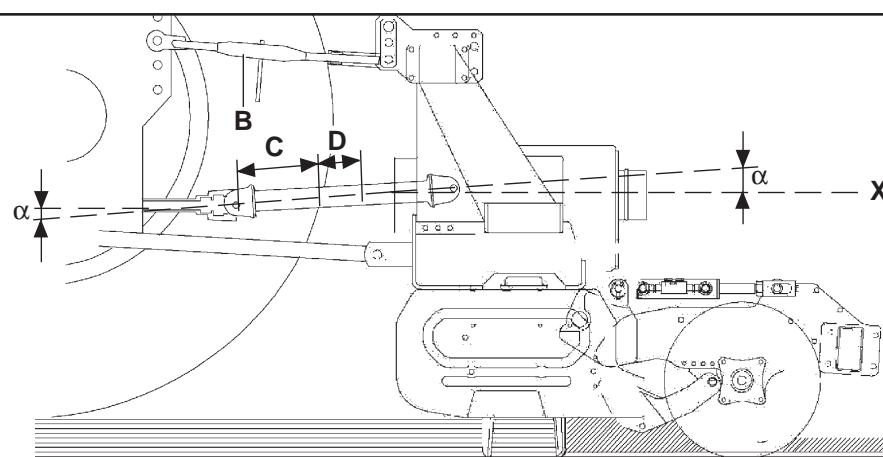
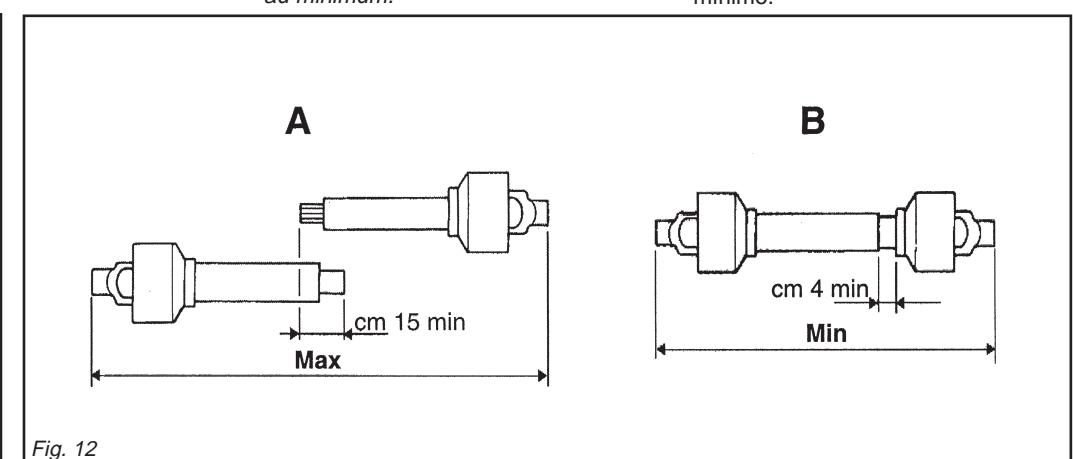

Fig. 11
Fig. 12
Per fare ciò aumentare o diminuire la lunghezza della barra superiore dell'attacco (B Fig. 11) in modo da portare l'asse (X Fig. 11) della ghiera scanalata della scatola parallela al suolo.
- I due angoli ( $\alpha$  Fig. 11) formati dalle assi delle forcelle e l'asse dei tubi scorrevoli saranno uguali e non dovranno superare i  $10^\circ$ .
- La copertura (C Fig. 11) dei tubi scorrevoli deve essere di 15 cm minimo (Fig. 12).
- I due tubi dell'albero di trasmissione a cardano non si devono ricoprire completamente, una corsa di sicurezza (D Fig. 11) di 4 cm minimo deve sussistere.
*Connection is correct when the machine is horizontal in the operating position. To achieve this, increase or decrease the length of the top bar of the hitch (B Fig. 11) so as to set the axis (X Fig. 11) of the housing's grooved ring nut parallel to the ground.*
- The two angles ( $\alpha$  Fig. 11) formed by the fork axes and the axis of the sliding tubes will be equal and must not exceed  $10^\circ$ .
- The sliding tubes (C Fig. 11) must overlap by at least 15 cm (Fig. 12).
- The two tubes of the driveline shaft must not fully overlap. There must always be a safety travel (D Fig. 11) of at least 4 cm.
*Um dies zu erhalten, die Länge der oberen Kupplungsstange (B Abb. 11) erhöhen oder verringern, bis die Achse (X Abb. 11) der Keilmutter des Gehäuses parallel zum Boden steht.*
- Die beiden Winkel ( $\alpha$  Abb. 11), die aus den Achsen der Gabeln und der Achse der Gleitrohre bestehen, müssen gleich groß sein und dürfen auf keinen Fall größer als  $10^\circ$  sein.
- Die Überdeckung (C Abb. 11) der Gleitrohre muss mindestens 15 cm ausmachen (Abb. 12).
- Die beiden Rohre der Gelenkwelle dürfen sich nicht ganz überdecken. Es muss noch einen Sicherheitshub (D Abb. 11) von mindestens 4 cm geben.
*Pour obtenir cette condition augmenter ou diminuer la longueur de la barre supérieure de l'attelage (B Fig. 11) de manière à ce que l'axe (X Fig. 11) de la bague cannelé de la boîte soit parallèle au sol.*
- Les deux angles ( $\alpha$  Fig. 11) formés par les axes des fourches et l'axe des tubes coulissants doivent être identiques et ne doivent pas dépasser  $10^\circ$ .
- La couverture (C Fig. 11) des tubes coulissants doit être au minimum de 15 mm (Fig. 12).
- Les deux tubes de l'arbre de transmission à cardans ne doivent pas se recouvrir complètement, il doit rester une course de sécurité (D Fig. 11) de 4 cm au minimum.
*Para ello aumentar o disminuir la longitud de la barra superior del enganche (B Fig. 11) en modo de llevar el eje (X Fig. 11) de la tuerca ranurada de la caja paralela al terreno.*
- Los dos ángulos ( $\alpha$  Fig. 11) formados por los ejes de las horquillas y el eje de los tubos corredizos serán iguales y deberán superar los  $10^\circ$ .
- La cobertura (C Fig. 11) de los tubos corredizos debe ser como mínimo de 15 cm (Fig. 12).
- Los dos tubos del árbol de transmisión de cardán no se deben cubrir completamente, debe quedar una carrera de seguridad (D Fig. 11) de 4 cm como mínimo.
- Gli angoli ( $\alpha$  Fig. 11) dei cardani non devono essere superiori a 40° (Fig. 11). Se non si raggiungono questi due risultati:
Quando esso è inserito al massimo, il gioco minimo consentito deve essere di 4 cm. (Fig. 12).
- The angles ( $\alpha$  Fig. 11) of the drivelines must not exceed 40° (Fig. 11). If these two results are not obtained:
**When fully inserted, the minimum play must be 4 cm. (Fig. 12).**
- Die Winkel ( $\alpha$  Abb. 11) der Gelenkwellen dürfen nicht größer als 40° sein (Abb. 11). Wenn man diese Resultate nicht erhalten kann:
**Wenn die beiden Teile ganz zusammengeschoben sind, muß das kleinstmögliche Spiel 4 cm ausmachen (Abb. 12).**
- Les angles ( $\alpha$  Fig. 11) des cardans ne doivent pas être supérieurs à 40° (Fig. 11). Si ces deux conditions ne sont pas remplies:
**Quand il est entièrement rentré, le jeu minimum admissible doit être de 4 cm. (Fig. 12).**
- Los ángulos ( $\alpha$  Fig. 11) de los cardanes no deben ser superiores a 40° (Fig. 11). Si no se presentan estas dos condiciones:
Cuando el árbol cardánico está extraído al máximo, los dos tubos deben sobreponerse por lo menos 15 cm. Cuando está insertado al máximo, el juego mínimo permitido debe ser de 4 cm. (Fig. 12).